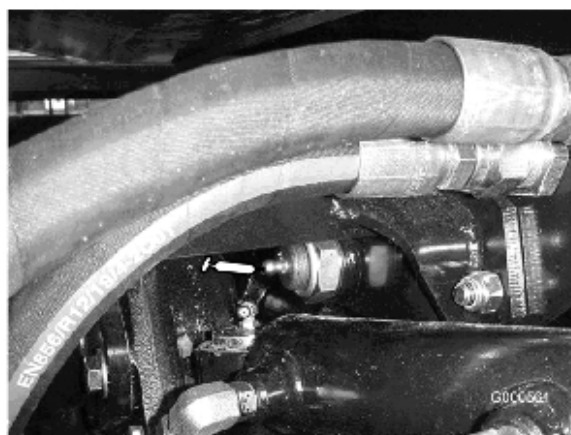

図 22
- ・ 後アクスル・ピボットのブッシュ (2ヶ所) (図 22)